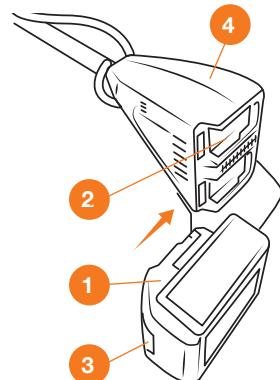

Рис. 9
Установите аккумуляторную батарею ① в разъем для аккумуляторов ② до щелчка. Для извлечения аккумуляторной батареи нажмите на фиксатор ③ и достаньте батарею из разъема корпуса триммера ④ (Рис. 9).